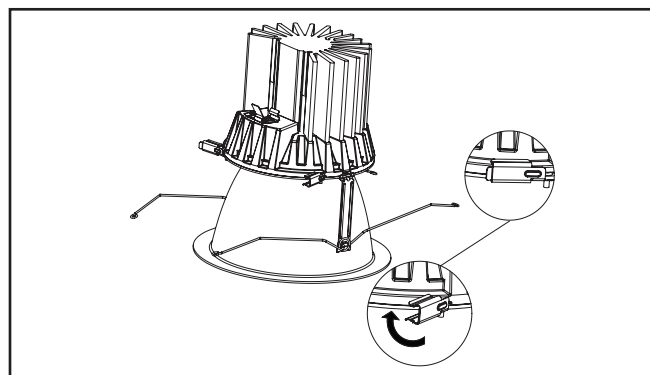

Figura 9.
7. Rote los ganchos laterales (3) en el lugar para fijar firmemente la moldura al motor LED (Figura 9).